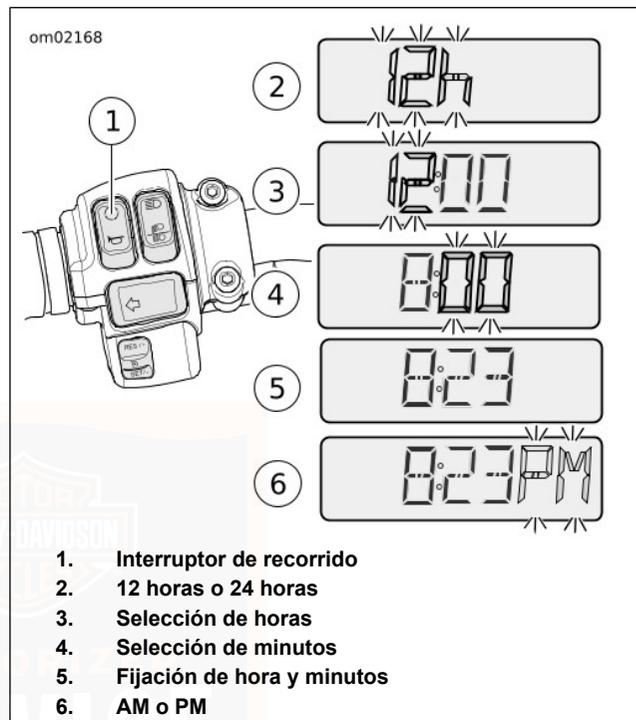

Figura 18. Pantallas de la hora
2. Vea Figura 18. Presione y libere el interruptor de recorrido (1) hasta que se muestre la hora (hora y minutos). Presione y sostenga el interruptor de recorrido hasta que 12H (2) comience a destellar en la ventana de visualización del velocímetro. Suelte el interruptor.
4. Cuando se muestre el estilo deseado de la hora, presione y sostenga el interruptor de recorrido hasta que la pantalla de las horas (3) destelle.
6. Cuando se muestre la hora correcta, presione y sostenga el interruptor de recorrido hasta que la pantalla de los minutos (4) comience a destellar.
8. Cuando se muestren los minutos correctos (5), presione y sostenga el interruptor de recorrido hasta que la pantalla avance a la selección de AM o PM (6).